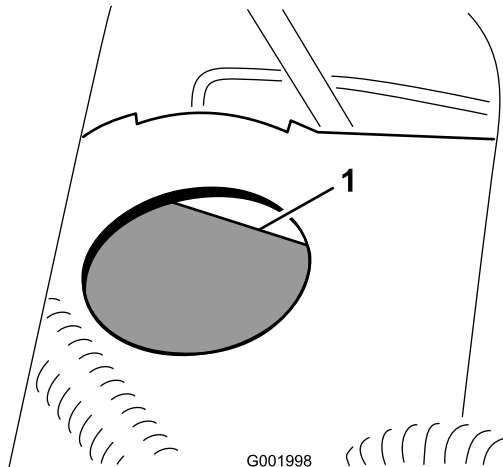

図 64
2. タンクの FULL マークまでオイルが入っているのを確認する(図 64)。